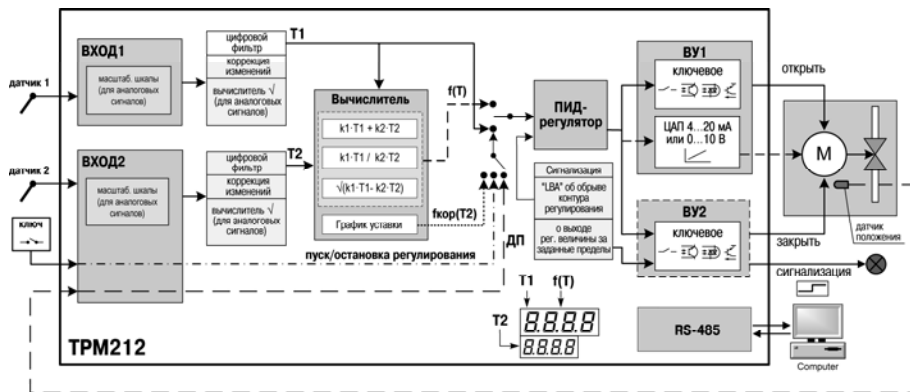

Рис. 1
В процессе работы ТРМ212 производит опрос датчиков, вычисляя по полученным данным текущие значения измеряемых величин, отображает их на ЦИ и выдает соответствующие сигналы на выходные устройства. Структурная схема прибора приведена на рис. 1.
3.1.3.1. К дополнительному входу подсоединяют ключ. Ключом осуществляется запуск и остановка процесса регулирования (см. рис. 1).